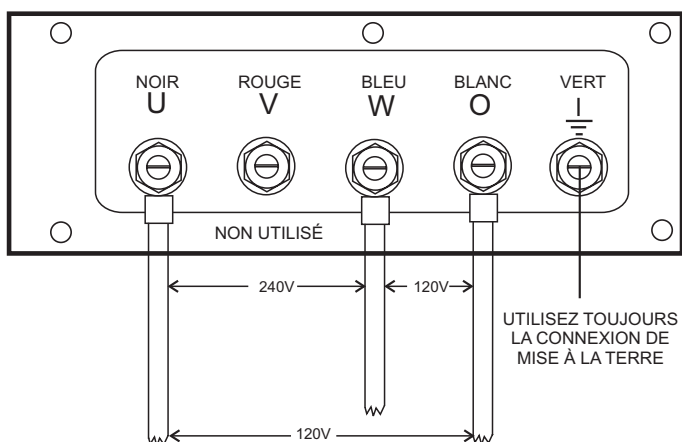

Figure 28. Attaches de la Borne de Sortie Connexions 1Ø-240/120V
2. Connectez les câbles de charge aux **attaches de la borne de sortie** comme l'illustre la Figure 28.